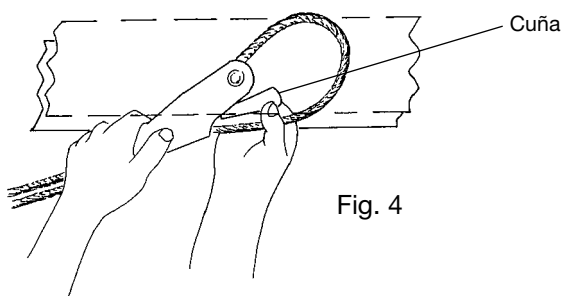
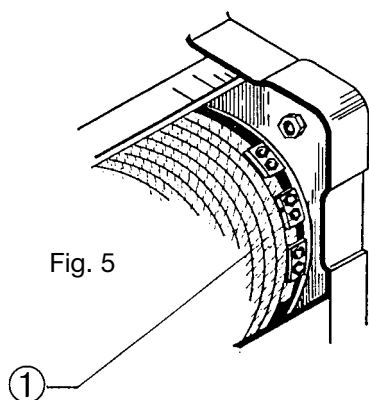

Fig. 4
Fig. 5
Para el desmontaje del cable: extraer la cuña extremo fijo (Fig. 4), después quitar el extremo del cable de la abrazadera y extraer el cable de las poleas del motón y del posible reenvío. Desenrollar completamente el cable del tambor pulsando el botón "descenso" del teclado de mando, hasta el extremo del tambor. Aflojar los cables de fijación de las abrazaderas del cable (Fig. 5).
Montaje del cable nuevo: introducir el cable en la última abrazadera de fijación sacando aproximadamente 40 mm el extremo del cable; apretar los tornillos de la abrazadera (Fig. 5 - pos. 1) apretando el cable hasta que quede aplastado y fijar las demás abrazaderas. Pulsar el botón de subida del teclado de mando y, manteniendo el cable tenso, enrollarlo hasta la mitad del tambor para permitir el montaje de la anilla de guía de cable correspondiente.